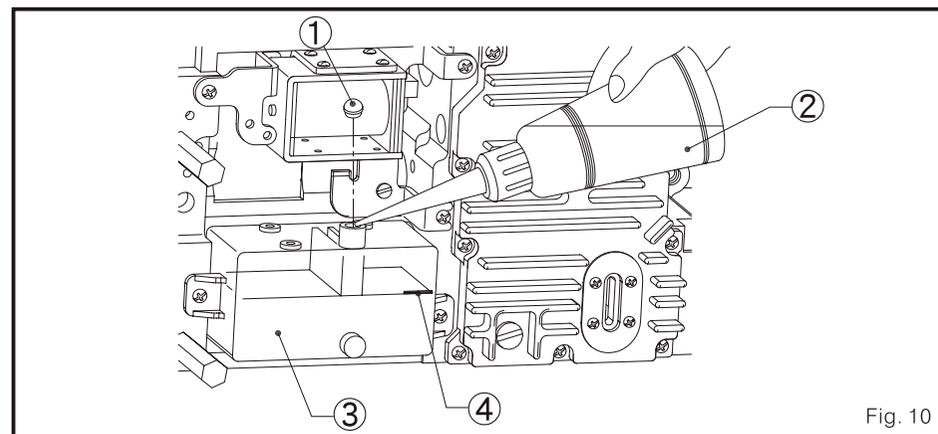

Fig. 10
3. Cheie o óleo de lubrificante (Fig. 10)